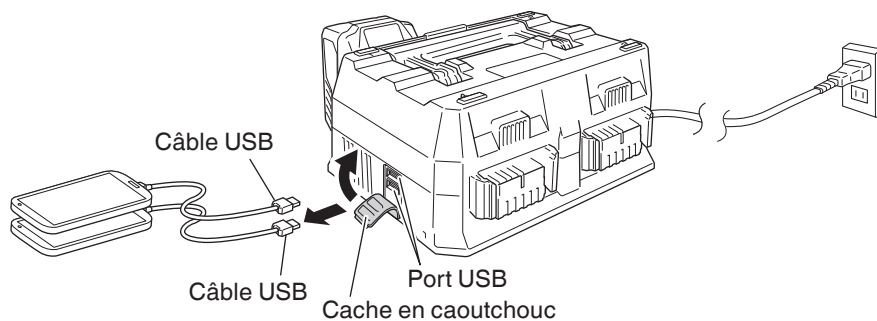

Fig. 7
- (4) Lorsque la charge est terminée (Fig. 7)
- Mettez le commutateur d'alimentation USB sur arrêt et débranchez le câble d'alimentation de la prise électrique. (Fig. 7)